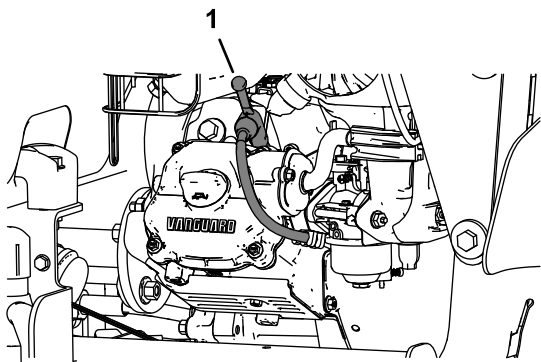

Figura 66
6. Desconecte el cable de la bujía (Figura 66).